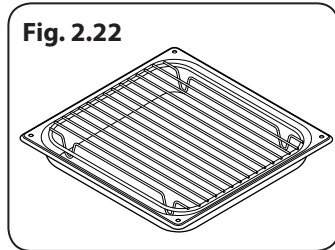

Fig. 2.22
- Trois lèche-frites et grille (Fig. 2.22)